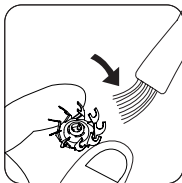

Fig. 7
- Para bloquear el aparato, accione el botón marcha/paro (E) durante 3 segundos y en la pantalla parpadeará un candado junto con un pitido. (Fig. 7)
- Para desbloquear, mantenga pulsado el botón marcha/paro (E) y a los tres segundos el aparato se pondrá en marcha. Durante esos 3 segundos, parpadeará un candado (2) junto con un pitido. (Fig. 7)